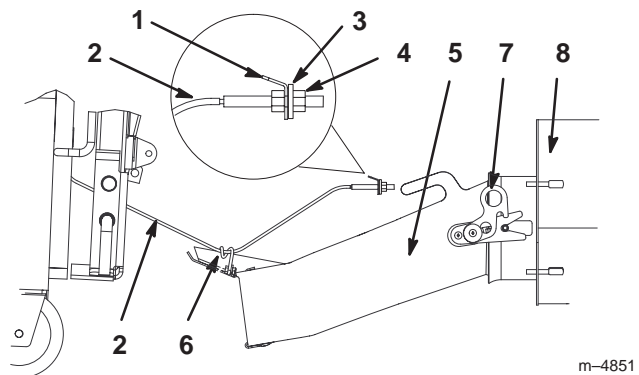

Figure 34
14. Faites passer le câble de la boîte à air sous le siège. Soulevez le siège pour accéder au câble de la boîte à air. Placez le câble dans le support et installez la rondelle et l'écrou (Fig. 34).